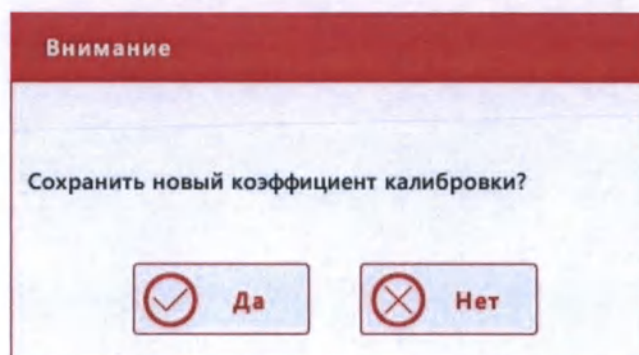

Рис.8.3-7 Информационное окно с сообщением о сохранении результатов калибровки
- Если новые калибровочные коэффициенты каждого из параметров находятся в пределах допустимого диапазона 75.00% ~ 125.00%, и если CV% каждого из параметров находится в пределах своего допустимого диапазона воспроизводимости (Таблица 12), то для всех калибруемых параметров новые рассчитанные факторы калибровки могут быть сохранены, и при выходе из меню калибровки появится окно с сообщением (Рис.8.3-7):
Если новые факторы действительны, но ещё не сохранены, при нажатии «Печать» появится диалоговое окно с предложением сохранить новые факторы (Рис.8.3-7). Нажмите «Да» для сохранения и печати факторов, или нажмите «Нет» для отмены операции печати и сохранения коэффициентов калибровки.